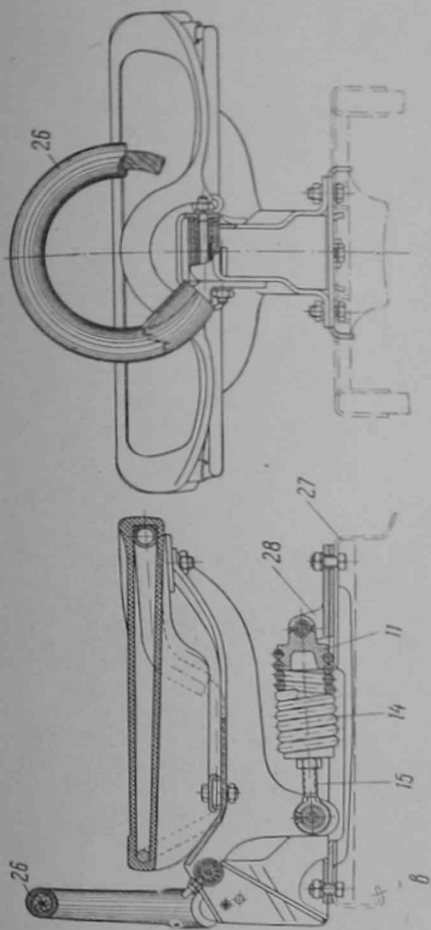

Рис. 42. Седла:
Седло водителя качающегося типа; оно имеет мягкую резиновую покрышку. Покрышка состоит из двух ярусов; она укрепляется на комбинированном каркасе. Седло подвешено на одной пружине, работающей на растяжение, и закреплено на шарнирах рамы. Покрышка 5 седла (рис. 42, а) надевается на каркас 1, соединенный с трубчатым бугелем 4, и крепится на штампованном основании 10 в трех местах — в передней части двумя болтами 2, при помощи двух хомутов и накладки 3, а в задней части — к двум лапам основания при помощи шпилек. В передней части основание седла шарнирно соединено с кронштейном рамы. В отверстие кронштейна запрессована втулка 7, имеющая внутреннюю резьбу и отверстие для подвода смазки. Во втулку 7 ввертывается резьбовой палец 9, зажимаемый между ушек основания болтом 8 и гайкой с шайбой. Это соединение с торцов уплотняется резиновыми сальниками 6, предотвращающими вытекание смазки и попадание пыли на рабочие резьбовые поверхности втулки и пальца. Шарнирное крепление передней
**Заднее седло.** До 1954 г. на мотоциклах М-72 устанавливалось заднее седло с двумя пружинами. Седло легкосъемное, устанавливается на багажнике. У него такая же резиновая крышка, каркас и бугель, как и у седла водителя. Штампованная и сварная опора седла (рис. 42, б) укрепляется на багажнике тремя болтами. К кронштейну седла крепится четырьмя болтами собранный каркас с резиновой крышкой, в передней части кронштейн шарниром соединен с опорой седла. Конструкция шарнира, аналогичная конструкции переднего шарнира седла водителя, состоит из втулки, имеющей внутреннюю резьбу, резьбового пальца, уплотнительных резиновых сальников и болта.
На мотоциклах выпуска с 1954 г. устанавливается заднее седло, взаимозаменяемое с передним, конструктивно выполненное так же, как и переднее. Конструкция опоры седла изменена. Седло устанавливается на опоре 28 (рис. 42, в), которая тремя болтами крепится к багажнику. В передней части опоры сделан кронштейн со втулкой, в которой собирается шарнир крепления передней части седла. Во втулку ввертывается масленка для смазки шарнира.